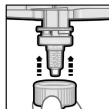
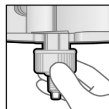

Fig. 3
Fig. 4.1
5. Når blandespissen er plassert korrekt (fig. 3), skyver du Dynamix festeringen til stopp over blandespissen. Drei den deretter mot høyre (1/4 omdreining), til den går forsvarlig i lås (fig. 4.1, 4.2, 5).